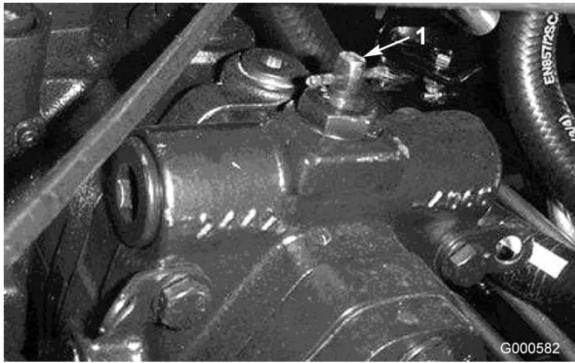

Figura 18
- Rode a válvula de derivação 90° (1/4 de volta) em qualquer direcção, para permitir a passagem interna do óleo (Figura 18). Após este procedimento, torna-se possível deslocar lentamente a máquina sem danificar